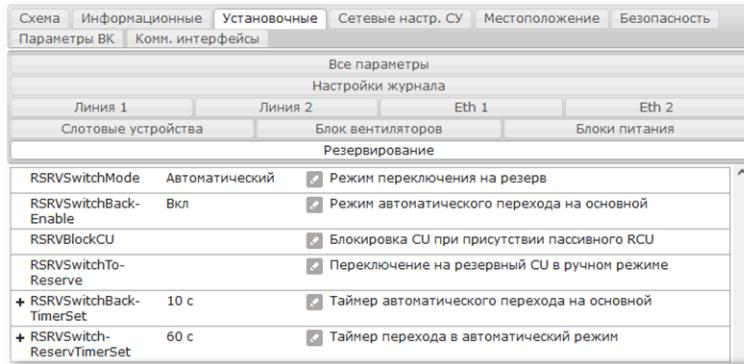

Рисунок 31 – Вид вкладки [Установочные] для блока управления
5) во вкладке [Установочные] → [Резервирование] выбрать режим переключения на резервный БУ – ручной или автоматический, выбрать режим автоматического перехода на основной, установить таймер автоматического перехода на основной, установить таймер перехода в автоматический режим (см. Рисунок 31);